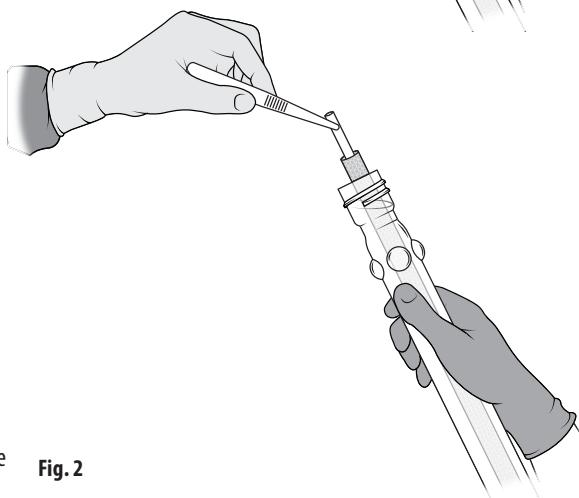

Fig. 2
4. O mandril flutuará acima da abertura do tubo. Retirar asepticamente a prótese do tubo segurando a extremidade do mandril e elevando-a cuidadosamente para fora do tubo. Fig. 2. Não permitir que a prótese toque na borda superior exterior do tubo. O "T" no fundo do mandril impedirá que o enxerto deslize do mandril.